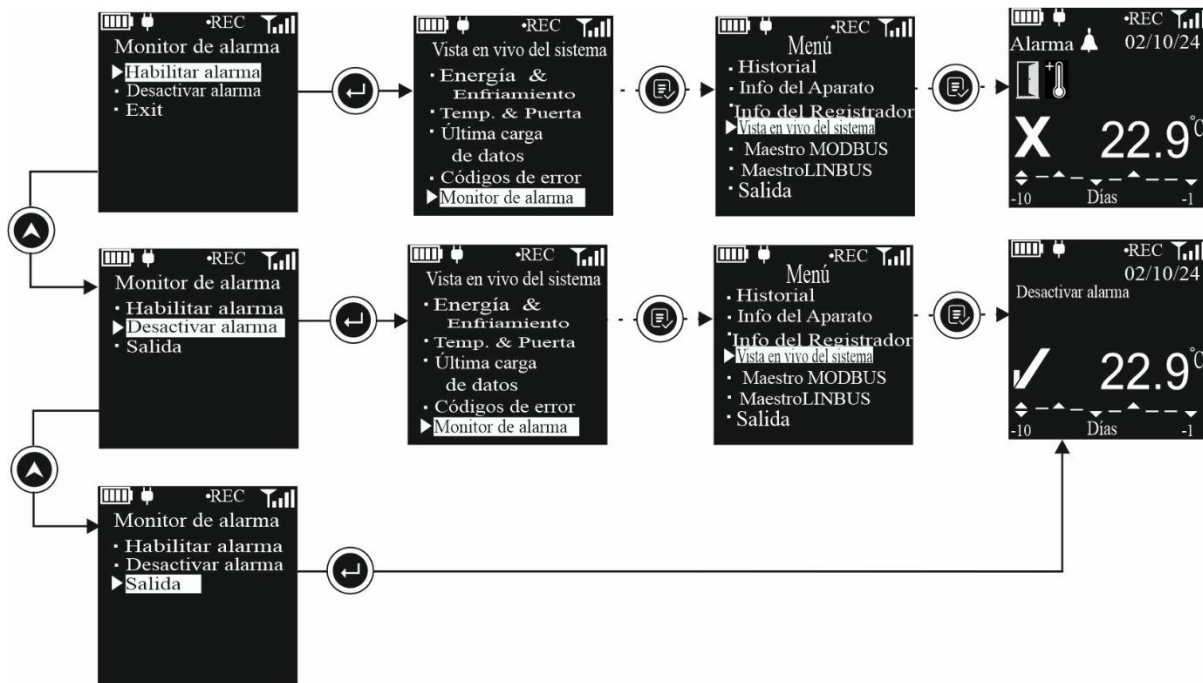

Figura 24 Menú de selección del monitor de alarma
5. **Monitor de Alarmas:** Cuando un aparato está fuera de servicio o ya no almacena vacunas, las alarmas deben desactivarse para ahorrar energía. El usuario puede activar o desactivar el monitoreo de alarmas a través del menú, como se muestra en la figura 24. Si se selecciona la opción "Desactivar Alarma", la indicación audiovisual de la alarma se desactivará y este estado se mostrará en la pantalla del dispositivo. El monitoreo de alarmas puede reactivarse en cualquier momento seleccionando la opción correspondiente en el menú "Monitor de Alarmas".